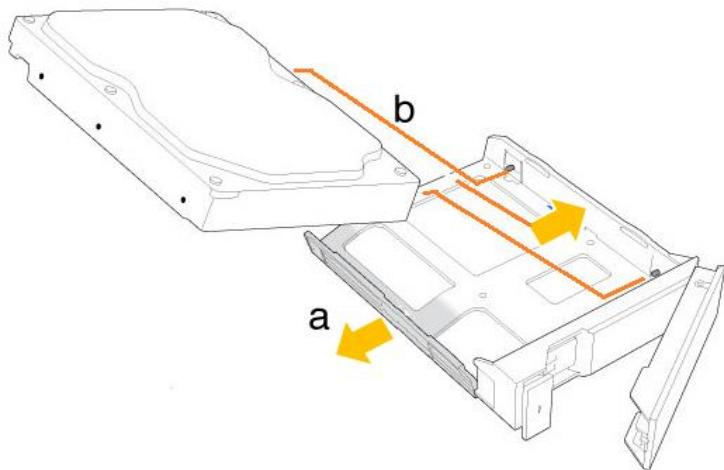

Рисунок 164. Закрепите жесткий диск в лотке двумя штырьками
9. Для установки 3.5 дюймового жесткого диска в пустой лоток, осторожно отодвните левый край и закрепить жесткий диск двумя расположеными справа штырьками (см. Рисунок 164).